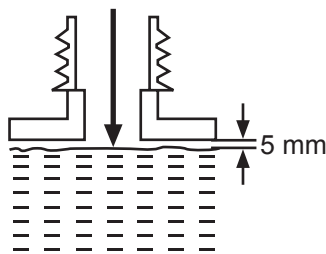

Fig. 16
- > Remplissez le réservoir avec un mélange huile-carburant correctement dosé, en utilisant un entonnoir muni d'un filtre afin d'empêcher les éventuels résidus de pénétrer à l'intérieur. Évitez de trop remplir le réservoir: laissez un espace d'environ 5 mm entre la surface du carburant et la paroi supérieure du réservoir, afin que le carburant puisse s'étendre (Fig. 16).